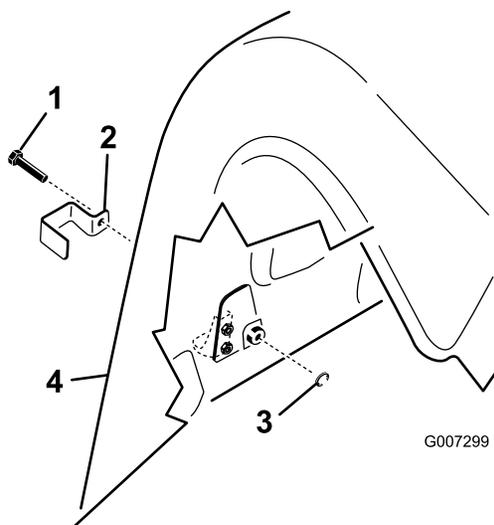

Рисунок 18
1. На модели ProCore 864 установите стопорный кронштейн над левой и правой защелками задних нижнего и верхнего кожухов, используя самонарезающие болты (всего 4 шт.); см. (Рисунок 18).
2. На модели ProCore 1298 установите стопорный кронштейн над всеми защелками заднего нижнего кожуха и наружной защелкой верхнего кожуха, на правой и левой задних крышках, используя самонарезающие болты (по 3 шт. на каждый аэраторный вал, всего 6 шт.); см. (Рисунок 18).
с внутренней фиксацией (1–2 витка резьбы) для фиксации болта (Рисунок 18).